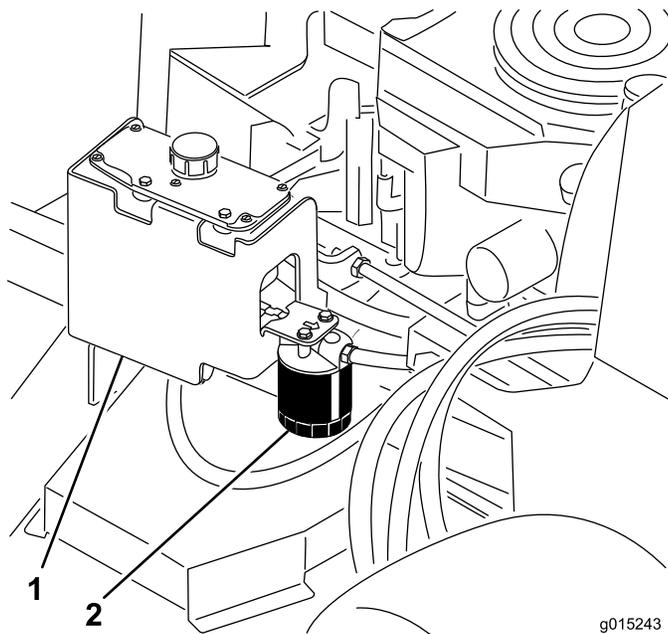

図 75
3. フィルタの取り付け部の下に廃油受けを置く（図 75）。